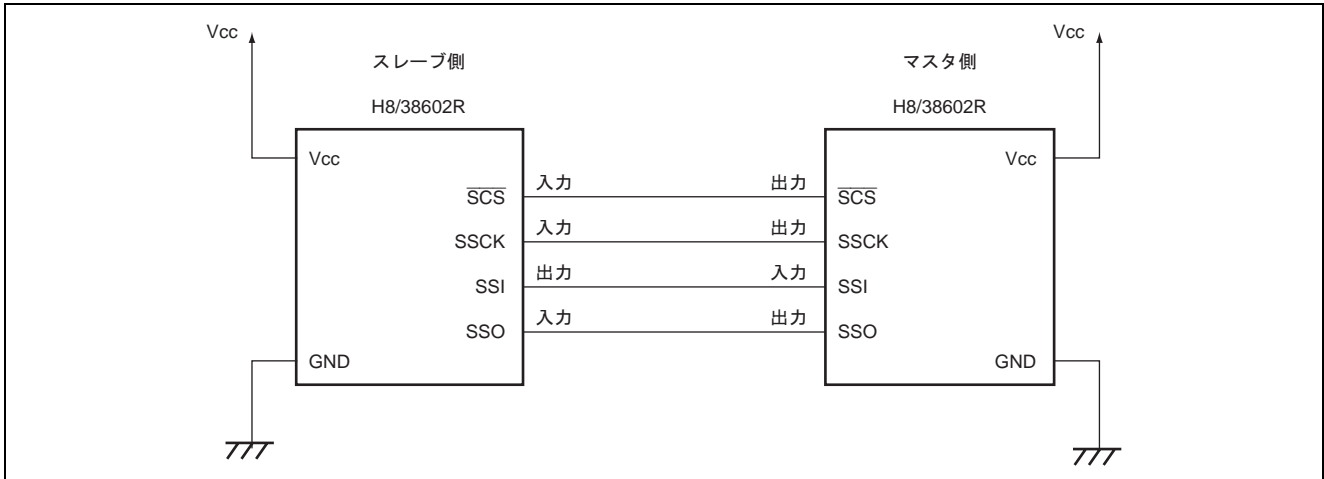

図 1 SSU の 4 線式バスモード通信の接続図
- 図 1 に示すように、H8/38602R の SSU の 4 線式バス通信モードにより、割り込みを使用し、通信を行います。